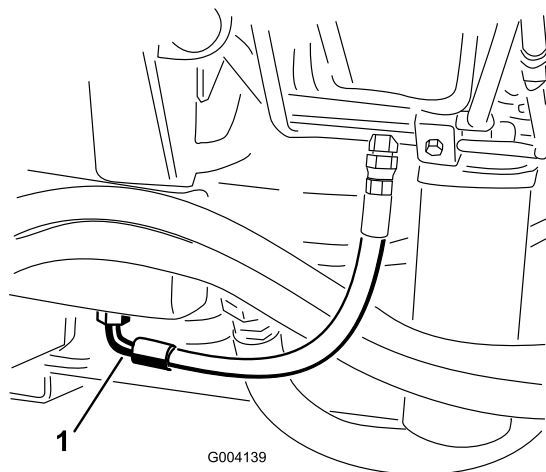

図 70
2. タンク 図 70 の下についているフィッティングの下に、オイルを受ける大型の容器を置く。